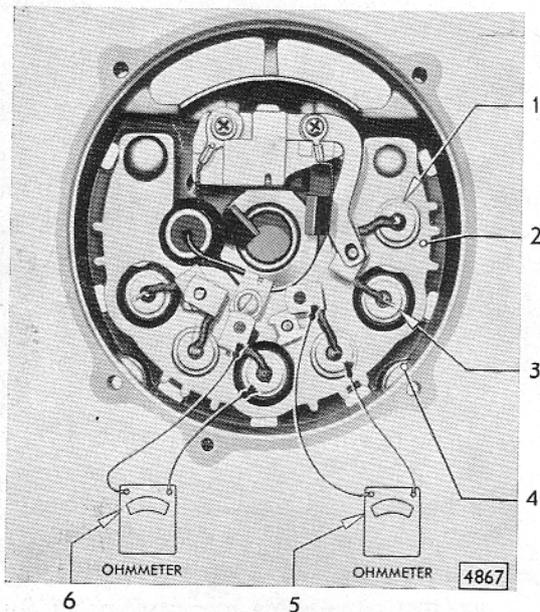

Bild D 47 - Dioden prüfen
- Dioden im Wärmeableiter (Plusdioden) und hinterem Lagergehäuse (Minusdioden) mit Ohmmeter prüfen. Eine Prüfspitze des Meßgerätes an Diodenanschluß, andere Prüfspitze an Wärmeableiter halten (Bild D 47). Ohmwert ablesen. Prüfspitzen vertauscht wieder anhalten. Ohmwert ablesen. Wenn beide Ohmwerte sehr hoch oder beide Werte sehr niedrig sind,